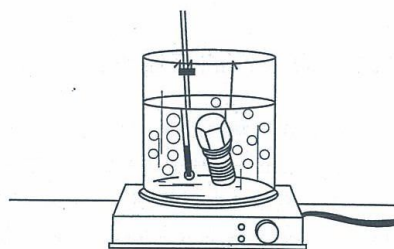

图 1-405 加热机油
4) 加热机油, 见图 1-405。将拆下的机油节温器和一支 116℃ 的温度计悬在盛有新机油的容器中, 不要让节温器或温度计接触容器。